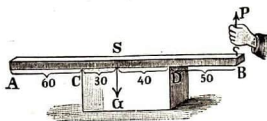

Abb. 84. Eine Stange zu heben
3. Eine Stange  $AB$  von  $8\text{ kg}$  Gewicht liegt, wie Abb. 84 zeigt, auf einer Kiste  $CD$ . Welche Kraft ist nötig, um die Stange bei  $B$  zu heben? [Antwort: Die Stange dreht sich dabei um  $C$ , ist also ein einarmiger Hebel, folglich muß sein  $P \cdot 120 = 8 \cdot 30$ ;  $P = 2\text{ (kg)}$ .]